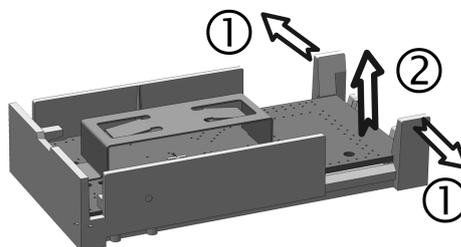

Figura 3: Rimuovere la scheda elettronica
- Rimuovere la scheda elettronica. Spingere i due naselli di arresto(Figura 3) verso l'esterno per rimuovere la scheda elettronica dall'alto.